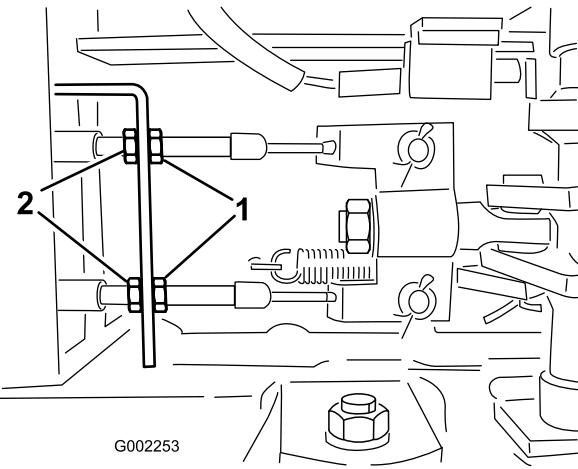

Figura 56
6. Serrate i dadi posteriori uniformemente finché il pedale del freno si sposta di 1-2 cm prima che avvertiate una resistenza (Figura 56).
5. Allentate i dadi anteriori sui cavi dei freni sotto l'estremità anteriore dell'irroratrice (Figura 56).